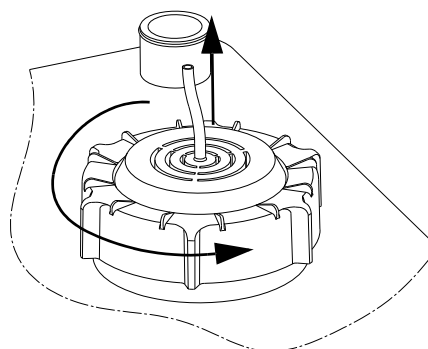

Рис. 11 Демонтаж датчика контроля уровня
2. Ослабьте затяжку резьбовой крышки поворотом против часовой стрелки. См. рис. 11.